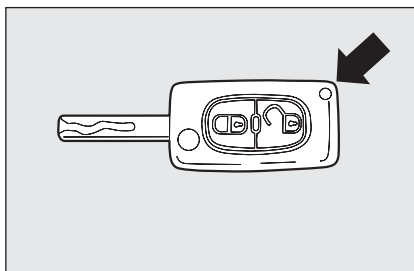
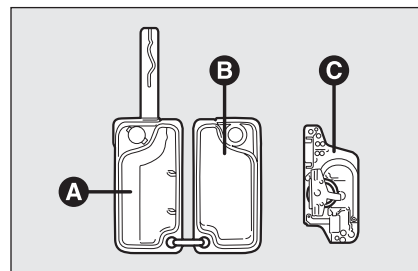

fig. 5
fig. 6
- ☐ open met behulp van een schroevendraaier de twee helften **A** en **B**-fig. 6 op het door de pijl **fig. 5** aangegeven punt;
- ☐ verwijder en vervang de batterij **C**-fig. 6;